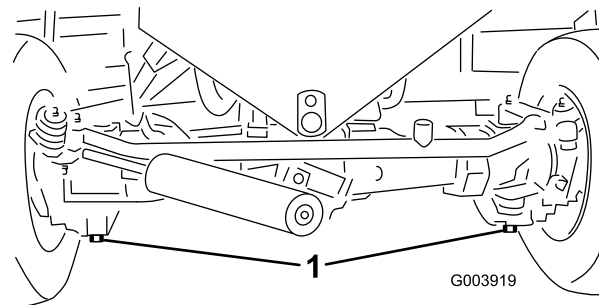

Figura 64
2. Limpie la zona alrededor de los tapones de vaciado (Figura 64).